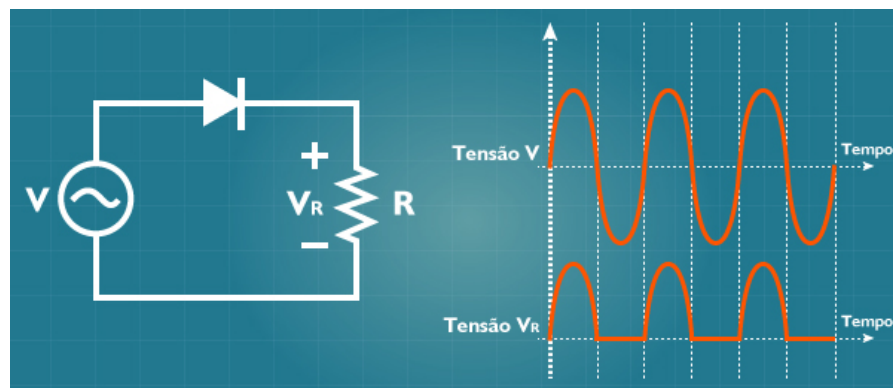

Figura 2 - Circuito retificador simples.
Os conversores CA – CC funcionam transformando tensão alternada (CA) em tensão contínua (CC). Esse processo se dá por meio de um circuito que faz com que a tensão se mantenha o tempo todo positiva. A Figura 2 mostra um exemplo de um circuito que faz isso de forma bem simples.
A tensão de entrada V oscila de forma senoidal entre valores positivos e negativos, como mostra o gráfico da Figura 2. Portanto, quando a tensão V é positiva, o diodo está polarizado diretamente e então conduz, transferindo a tensão V para o resistor R , $V_R = V$. Já quando a tensão V está no ciclo negativo, então ocorre o contrário, o diodo está polarizado reversamente e não há condução, então não há tensão sobre o resistor R , $V_R = 0$.